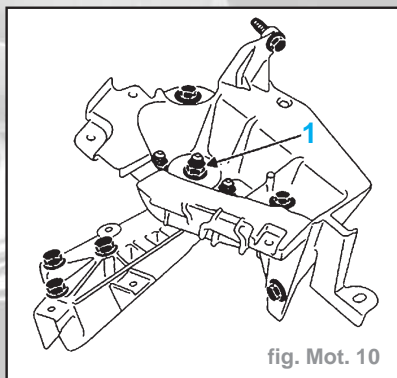

fig. Mot. 10
- Déposer l'écrou (1), puis à l'aide d'un jet de bronze, frapper pour dégager le goujon de la fixation de suspension pendulaire inférieure (fig. Mot. 10).